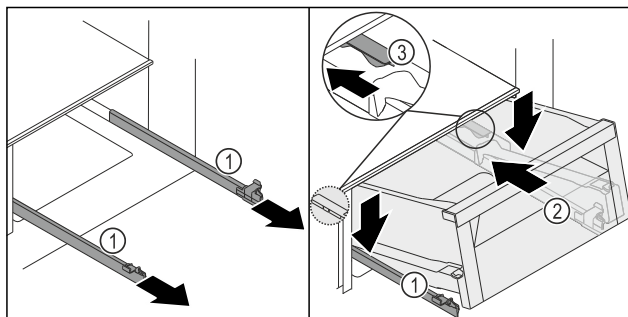
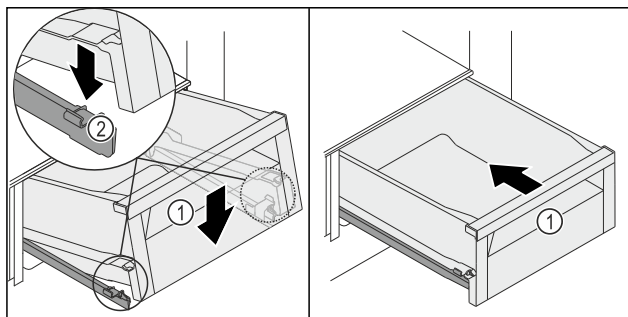

Fig. 101
Fig. 102
- Przytrzymać szyny Fig. 101 (1), a szufladę Fig. 101 (2) umieścić od góry za stoperem Fig. 101 (3) na szynach Fig. 101 (1).
- Szufladę Fig. 101 (2) przesunąć na szynach Fig. 101 (1) w tył aż do oporu.
- ▶ Szufladę Fig. 101 (2) opuścić z przodu tak, aby szuflada po stronie lewej i prawej wsunęła się w zacisk Fig. 102 (2).
- ▶ Szuflada Fig. 102 (1) zatrzaskuje się słyszalnie.
- ▶ Wsunąć szufladę Fig. 102 (1).